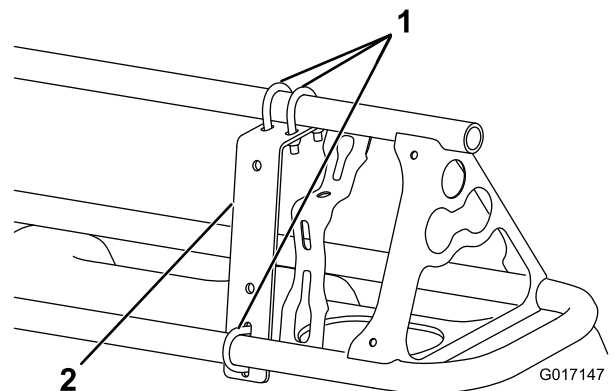
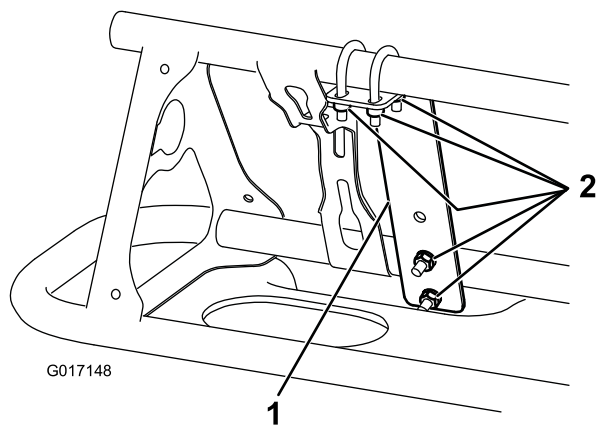

Figura 5
Figura 6
- Instale un soporte de montaje en el lado delantero de cada brazo cerca de la boquilla exterior con 3 pernos en U y 6 contratuercas (1/4 pulgada) (Figura 5 y Figura 6).